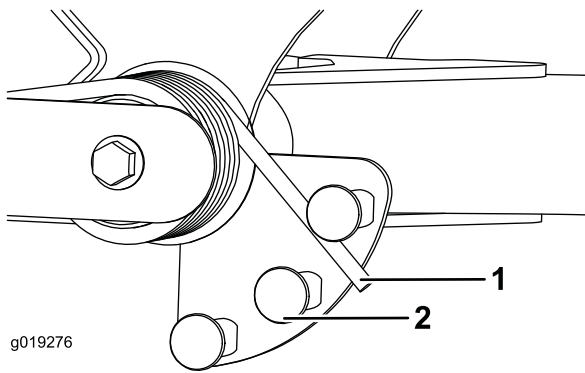

Figura 34
2. Coloque un tubo u otro objeto similar sobre el extremo largo del muelle y gírelo alrededor del actuador del muelle a la posición deseada (Figura 34).